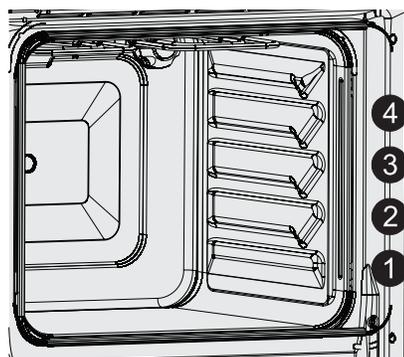
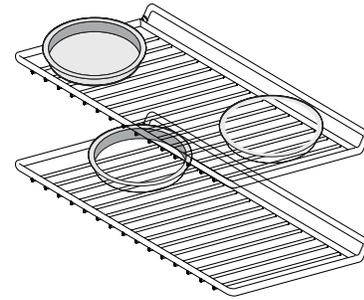

Figure 15 : Positions des grilles
Figure 17: Cuisson sur plusieurs niveaux et grilles
- Afin d'obtenir les meilleurs résultats pour la cuisson avec une seule grille de four, placez la grille à la position 2 ou 3 (Figure 15).
- Pour obtenir de meilleurs résultats lorsque vous utilisez deux grilles pour la cuisson de gâteaux ou de biscuits, placez ces dernières aux positions 1 et 3 (Figure 15) et placez les moules comme illustré à la Figure 17.